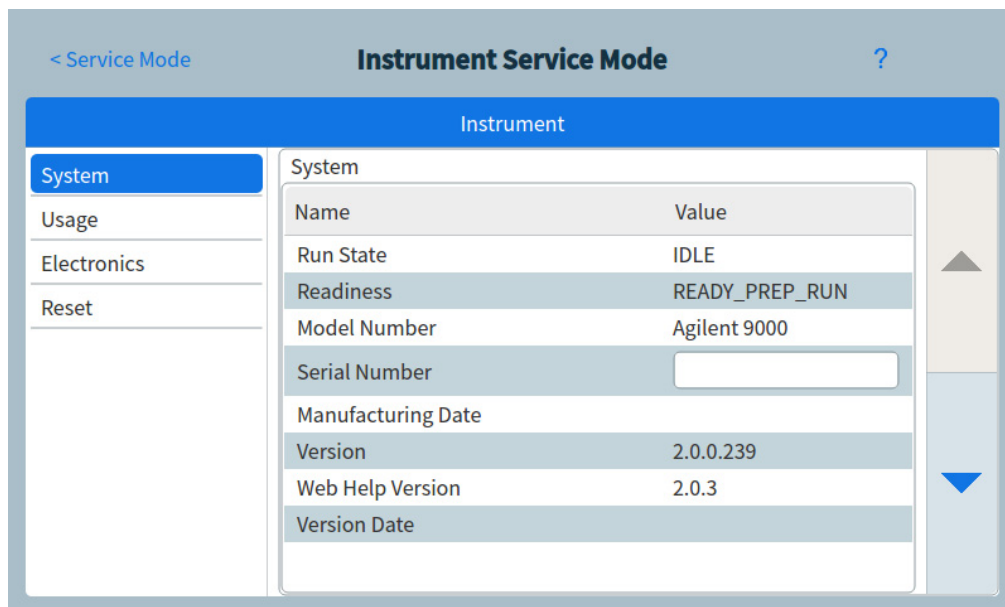

Figure 36 Page Mode service instrument
- 3 Sélectionnez le type du composant souhaité en appuyant sur le bouton correspondant. La page Mode service pour le composant sélectionné apparaît. Voir Figure 36.